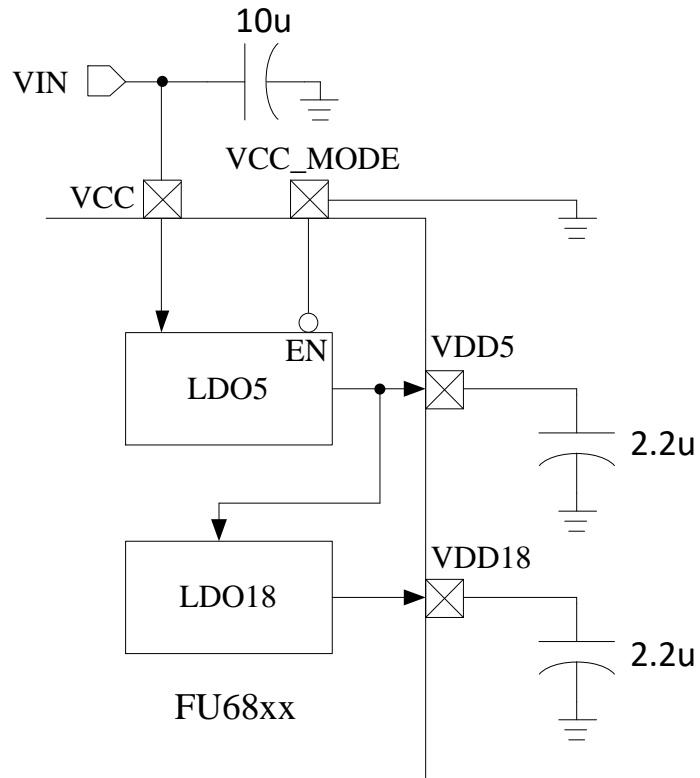

图 31-2 单电源高压模式电源连接
- 单电源高压模式(VCC\_MODE = 0), VCC = 5 ~ 24V。参考图 31-2
- 单电源高压模式, VCC = 12 ~ 20V。参考图 31-2。